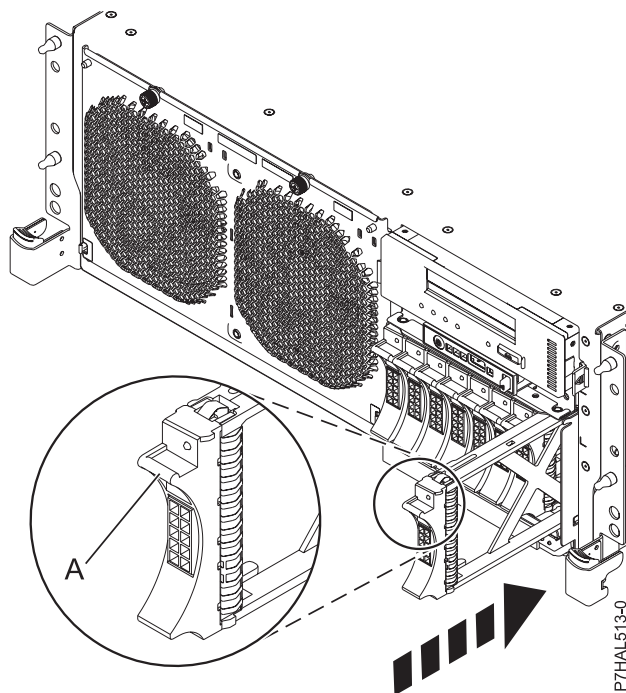

Figura 60. Instal·lació d'un panell de reblliment d'unitat de disc al sistema
2. Moveu el panell de reblliment d'unitat de disc fins al fons de la unitat del sistema o de la unitat d'expansió i empenyeu la nansa del reblliment d'unitat de disc (A) cap a dins fins que quedi encaixada, com es mostra a la Figura 60 a la pàgina 101.